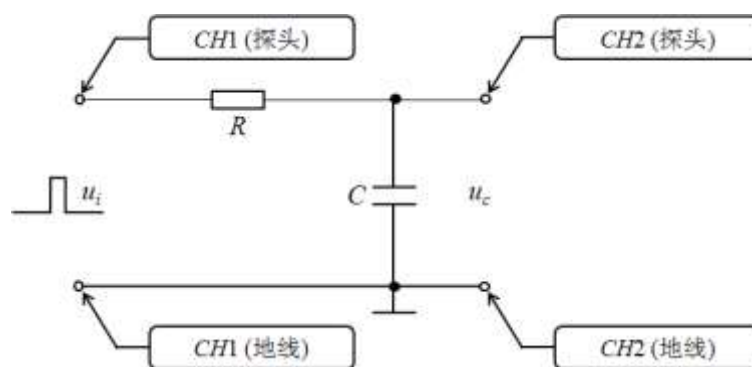

图 3.4
- 1) 测试电路如图 3.4 所示，电阻  $R = 2\text{k}\Omega$ ，电容  $C = 0.01\mu\text{F}$ 。